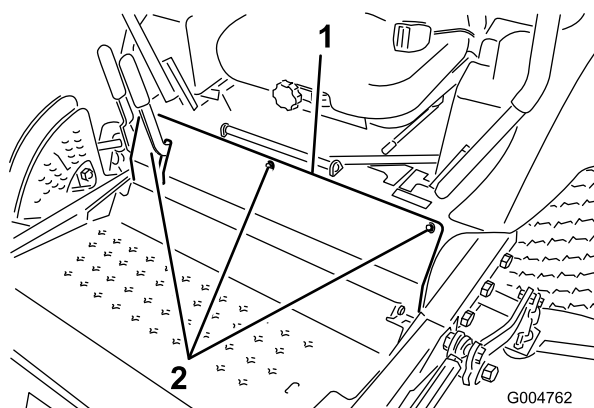

Bild 64
3. Nehmen Sie die Schrauben ab, mit denen die Frontplatte befestigt ist, und nehmen Sie sie ab (Bild 64).